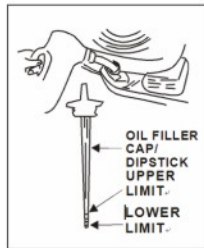

Fig. 9
5. Vierta el aceite recomendado lentamente en el depósito de aceite. No sobrellene. Tras añadir el aceite, espere un minuto y compruebe el nivel de aceite usando la varilla de nivel. El nivel de aceite debería estar entre el límite inferior y el superior (consulte la Fig. 9).